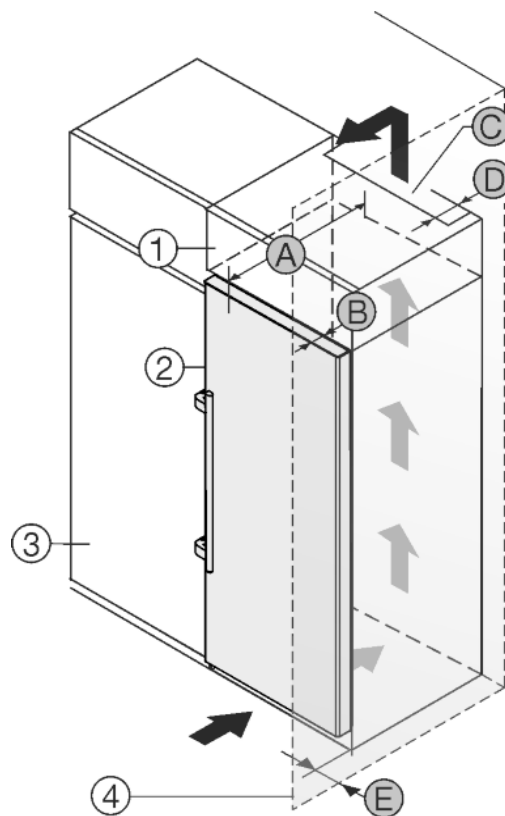

Fig. 30
Aparatul poate fi refăcut cu dulapuri de bucătărie. Pentru a aduce aparatul Fig. 30 (2) la același nivel cu mobilierul de bucătărie, se poate monta deasupra aparatului un dulap suspendat Fig. 30 (1).
Aparatul poate fi amplasat direct lângă dulapul de bucătărie Fig. 30 (3). Pentru a putea deschide complet ușa, aparatul trebuie să fie proeminent cu cel puțin grosimea Fig. 30 (B) față de suprafața frontală a dulapului de bucătărie. În funcție de grosimea dulapurilor de bucătărie și de utilizarea distanțierelor de perete, aparatul poate ieși mai mult în afară.
- În partea din spate a dulapului suspendat trebuie să existe o fantă de aerisire cu grosimea Fig. 30 (D) pe toată lățimea dulapului suspendat.
- Sub plafonul incintei trebuie să fie păstrată o secțiune de ventilare Fig. 30 (C).
Atunci când aparatul este montat cu balamalele lângă un perete Fig. 30 (4), trebuie să fie păstrată distanța Fig. 30 (E) între aparat și perete. Această valoare corespunde proeminenței mânerului cu ușa deschisă.